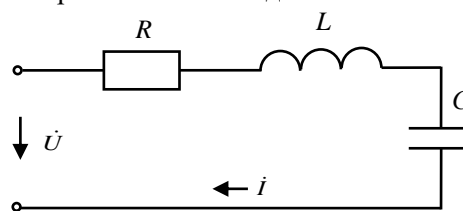

Рис. 1
1. Рассмотрим резонанс напряжений в последовательном контуре (рис. 1).
Рассмотрим частотные характеристики последовательного контура, т. е. зависимость I , U_L , U_C , угла сдвига фаз (φ) между напряжением и током от частоты приложенного напряжения. Значение тока в цепи (рис.1) равно